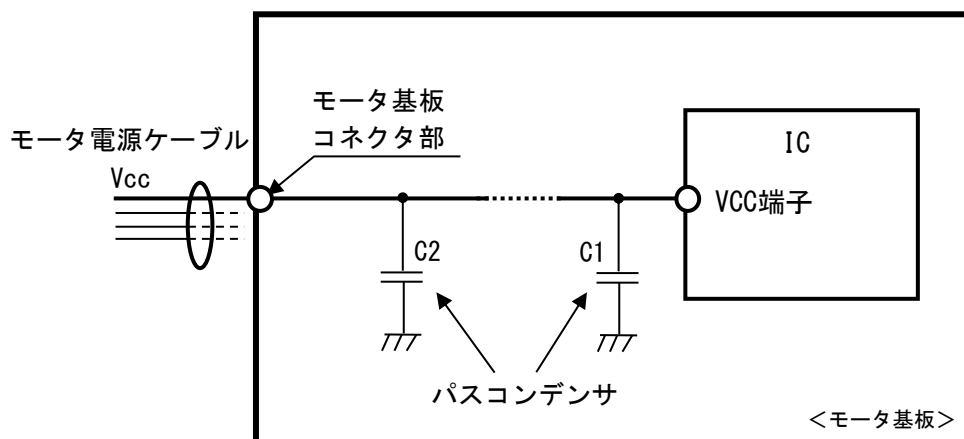

図 5.6.1 サージ電圧保護素子設置(例)
- ・対策 ①IC端子に近接してパスコンデンサC1を配置してください。パスコンには、セラミックコンデンサ等の周波数特性の良いものを付加してください。容量の目安は約1μFです。
②図5.6.1のように、モータ基板コネクタ部に近接してコンデンサC2等のサージ吸収素子を配置すると有効です。